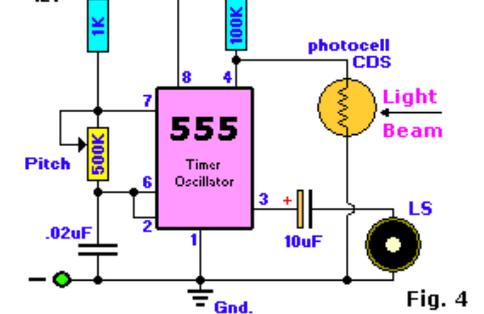

Fig. 4
556 F Package fig. 4
- Fig. 4, Electric Eye Alarm